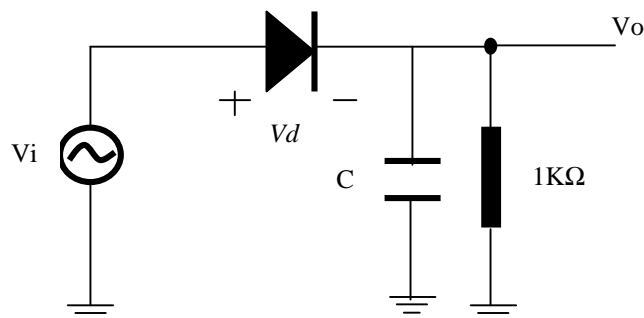

Figura 7. Circuito para observação da rectificação de meia-onda.
**E8** - Monte um circuito rectificador de meia onda representado na Figura 7, e observe as formas de onda que obtém, quando em presença de um sinal de entrada sinusoidal. Utilize para esse efeito tensões alternadas sinusoidais de frequências diferentes (50 Hz; 1KHz; 10 KHz; e 100 KHz) Observe a tensão de saída para valores diferentes de C, C=0, 1uF, 10uF, 100uF, 1mF.